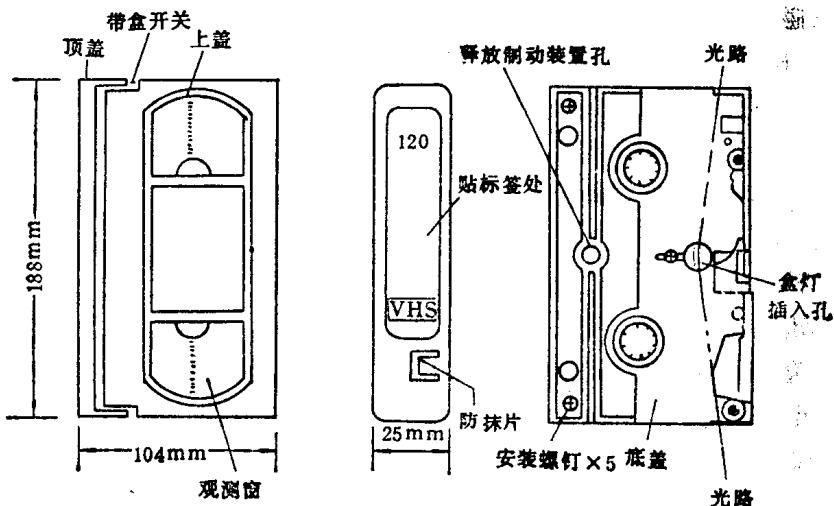

图 1-5 磁带盒外部结构
1. 家用录象机磁带的种类。目前家用录象机磁带共有 5 种：①VHS 型录象机用磁带。又称大 1/2 英寸磁带，磁带宽为 12.65mm，磁带盒的外形尺寸为 $188 \times 104 \times 25\text{mm}^3$ 如图 1-5 所示。②β 型录象机用磁带又称小 1/2 英寸磁带，磁带宽为 12.65mm，但磁带盒的外形尺寸较小，为 $156 \times 96 \times 25\text{mm}^3$ 。β 型磁带与 VHS 型磁带不能通用。③新近开发的超小型 VHS-C 型录象机用磁带，磁带宽也为 12.65mm，但带盒的外形尺寸更小，为 $92 \times 59 \times 23\text{mm}^3$ 。这种磁带的电气特性与 VHS 磁带相同。供带盘与 VHS 磁带相同，卷带盘裸露在磁带盒的外面，通过齿轮与整机的卷带齿轮啮合传动。这种录象磁带可以借助于磁带盒附加器在 VHS 型录象机中使用。④1/4 英寸录象磁带适用于 CVC 型录象机，磁带盒的大小与录音磁带盒类似，其尺寸为 $106 \times 68 \times 12\text{mm}^3$ 。⑤8mm 录象磁带仅适用于 8mm 录象机，录放时间为 1 小时，磁带盒尺寸为 $90 \times 60 \times 14\text{mm}^3$ 。
⑤磁带磁性层表面电阻小，不易带有静电，以免吸附灰尘影响录放效果。
⑥磁带的倒带和快进的时间应满足要求。磁带在运行中不应有特殊的响声出现。
①拆卸：磁带盒中的制动装置在拆卸过程中易散落，所以在拆卸磁带盒时应按下列步骤进行。首先撕去磁带盒侧面的胶纸，然后拆下 5 个安装螺钉（参看图 1-5）。此时不要将磁带盒打开，必须将磁带盒翻过来，再将带有观测窗的一面去掉即可进行磁带的修复。
②修复：由于使用不当将磁带拉断或磁带的某部分损伤严重时，可将磁带从带盒中拉出，将损坏部分剪掉，将要对接的磁带搭接在一起，用剪刀沿与磁带边缘成 45°—60°角的方向剪切，小心地将磁带对接，使对接磁带的边缘为一直线，然后在带基一侧贴上透明胶纸。注意不要让透明胶纸贴在磁性层一侧，不要让透明胶纸的粘状物从对接的磁带缝隙处泄漏出来以免损坏磁头。在磁带的拆卸和修复中一定不要将卷带盘与供带盘装倒，否则使整个磁带装反，带基一面与磁头鼓接触，使该磁带不能录/放电信号。